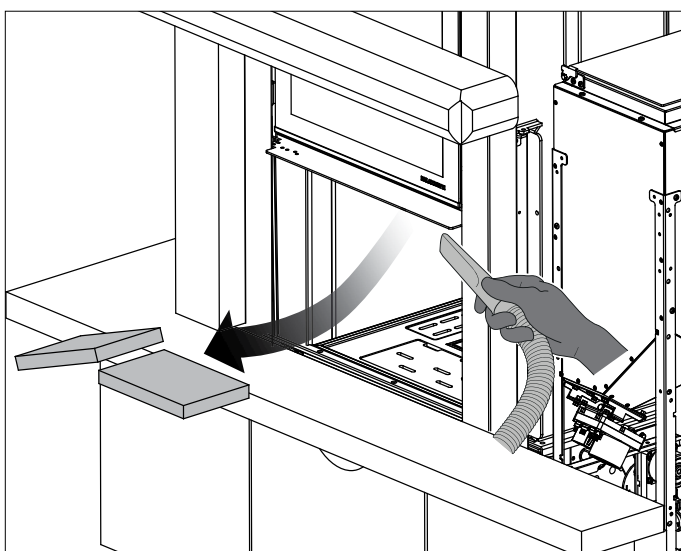

fig. 6.1
- Ouvrir la porte du foyer et extraire les deux panneaux supérieurs en magnofix (fig. 6.1).